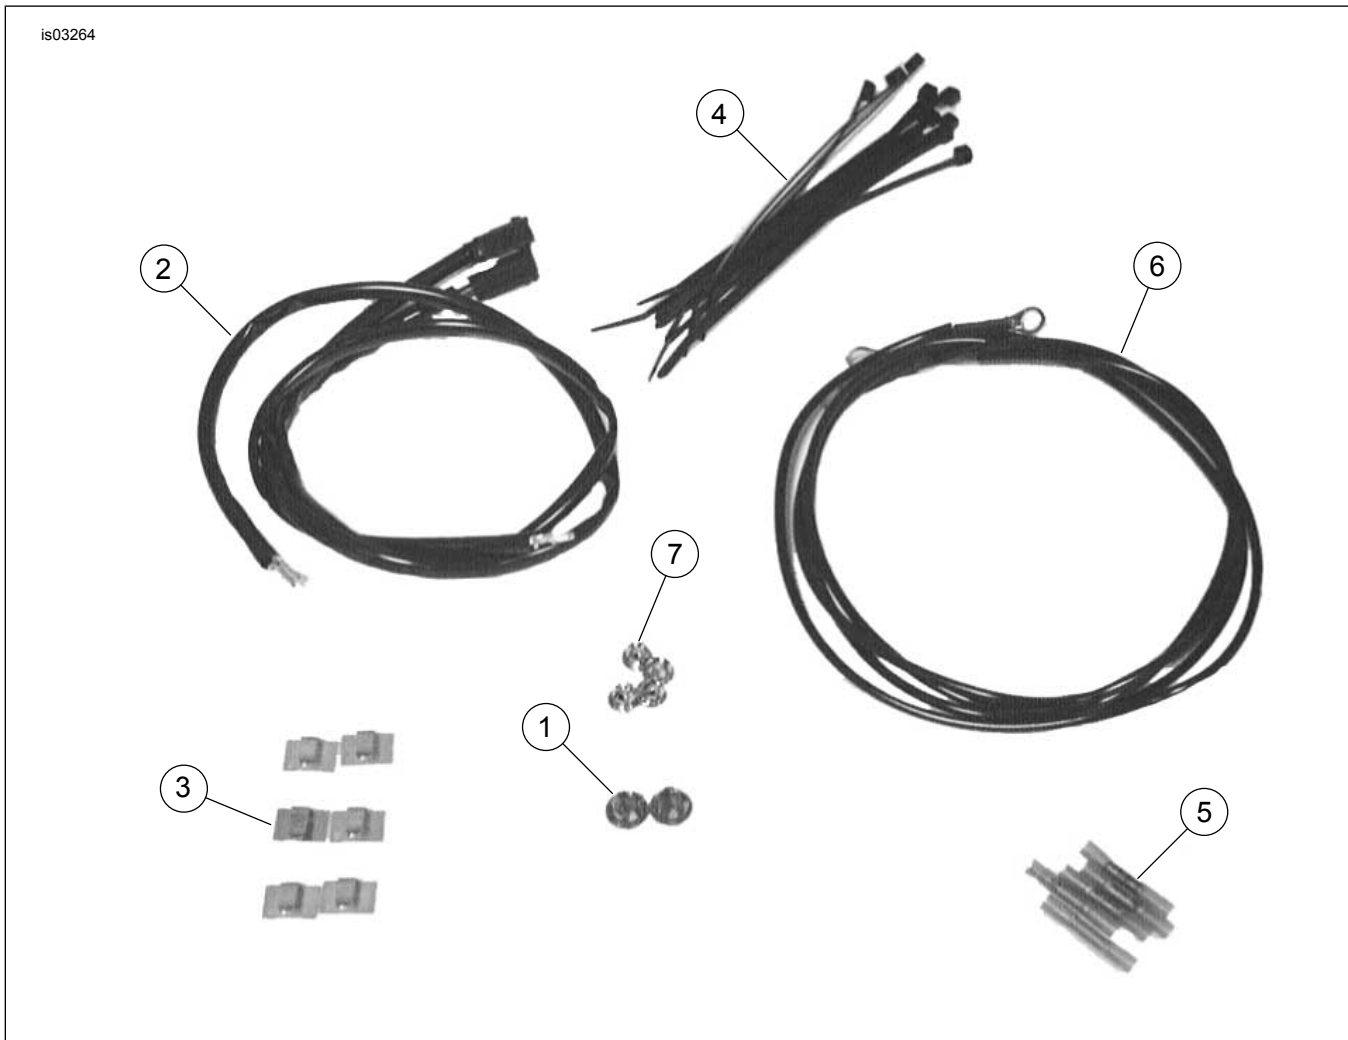

Figura 20. Parti di ricambio: kit cablaggio degli indicatori di direzione (72509-00)
1. Vedere Figura 20. Installare i terminali nei connettori degli indicatori di direzione (a 2 vie) nelle posizioni precedentemente annotate. Vedere CONNETTORI ELETTRICI AMP MULTILOCK nel manuale di manutenzione.
2. Collegare la parte femmina del connettore degli indicatori di direzione alla parte maschio del connettore del cablaggio (2).
- a. Misurare e tagliare un tratto di filo del cablaggio (Figura 20, elemento 2) fornito nel kit.
- c. Usando connettori a giunto di testa (Figura 20, elemento 5), collegare il ponticello tra il filo originale e l'estremità del terminale.